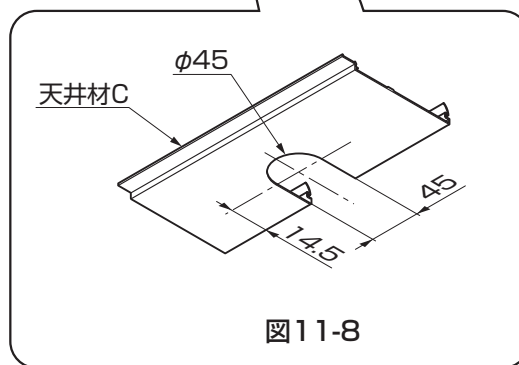

図11-8
- ②アタッチメントパッキンを雨樋アタッチメントに貼付けて樋に【6-1】で取付けてください。
③天井材Cの堅樋がつく位置を確定し、切欠きを現場加工してください。(図11-8参照)
④天井材を取付けてください。